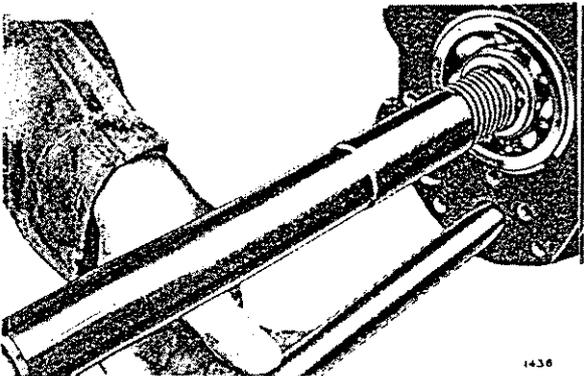

Abb.30 Anwendung des Gewindedornes Nr. 20.SM.76 zum Zentrieren der Vorgelegewelle vor dem endgültigen Einbau
Zum Zentrieren von Vorgelegewelle und Anlaufscheiben den Gewindedorn 20 SM.76 wie auf Abb. 30 gezeigt einsetzen. Die Vorgelegewelle (51) einführen und das Hilfswerkzeug heraustreiben. Die Enden von Vorgelegewelle und Rücklaufwelle in die Feststellplatte (58) einführen und mit der Schraube (59) sichern. Dichtung (88) und Abschlußplatte (85) anbringen und mit den Kupfferringen (87) und den Schrauben (86) sichern.